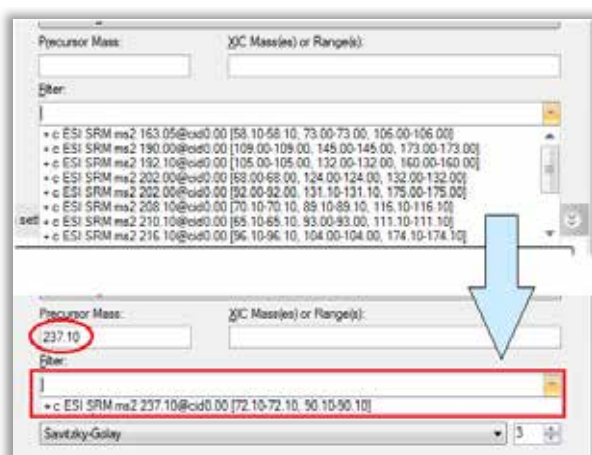

图 15. 通过输入 SRM 母离子质量筛选扫描列表
4. (可选) 如果采集 SRM 数据，请在母离子质量字段中键入质量。如果存在大量采集筛选条件，这将帮助用户将可选的筛选条件限制在目标离子的范围内 (图 15)。